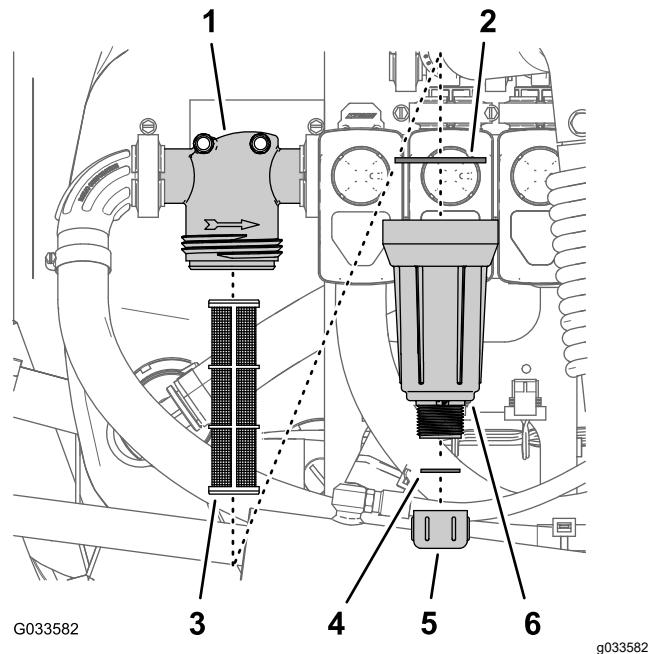

Figure 96
2. Placez un bac de vidange sous le filtre de pression (Figure 96).
3. Tournez le bouchon de vidange dans le sens antihoraire et retirez-le de la cuvette du filtre de pression (Figure 96).
4. Tournez la cuvette dans le sens antihoraire et déposez la tête du filtre (Figure 96).
5. Retirez l'élément du filtre de pression (Figure 96).
7. Contrôlez l'état et l'usure du joint du bouchon de vidange (à l'intérieur de la cuvette) et du joint de la cuvette (à l'intérieur de la tête du filtre) (Figure 96).
8. Placez l'élément dans la tête du filtre de pression (Figure 96).
9. Vissez la cuvette sur la tête du filtre et serrez-la à la main (Figure 96).
- Vissez le bouchon de vidange sur le raccord au fond de la cuvette et serrez-le à la main (Figure 96).